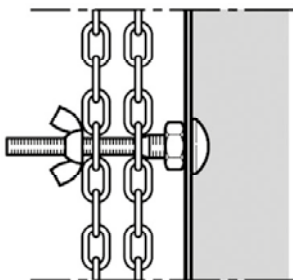

Figure 9
- Pour éviter le coincement de la chaîne de commande manuelle lorsque le porte est en mouvement et pour ne pas gêner le déplacement des personnes et des équipements, la partie inférieure de la chaîne doit être fixée (Fig. 9) à une hauteur d'environ 1,5 m.